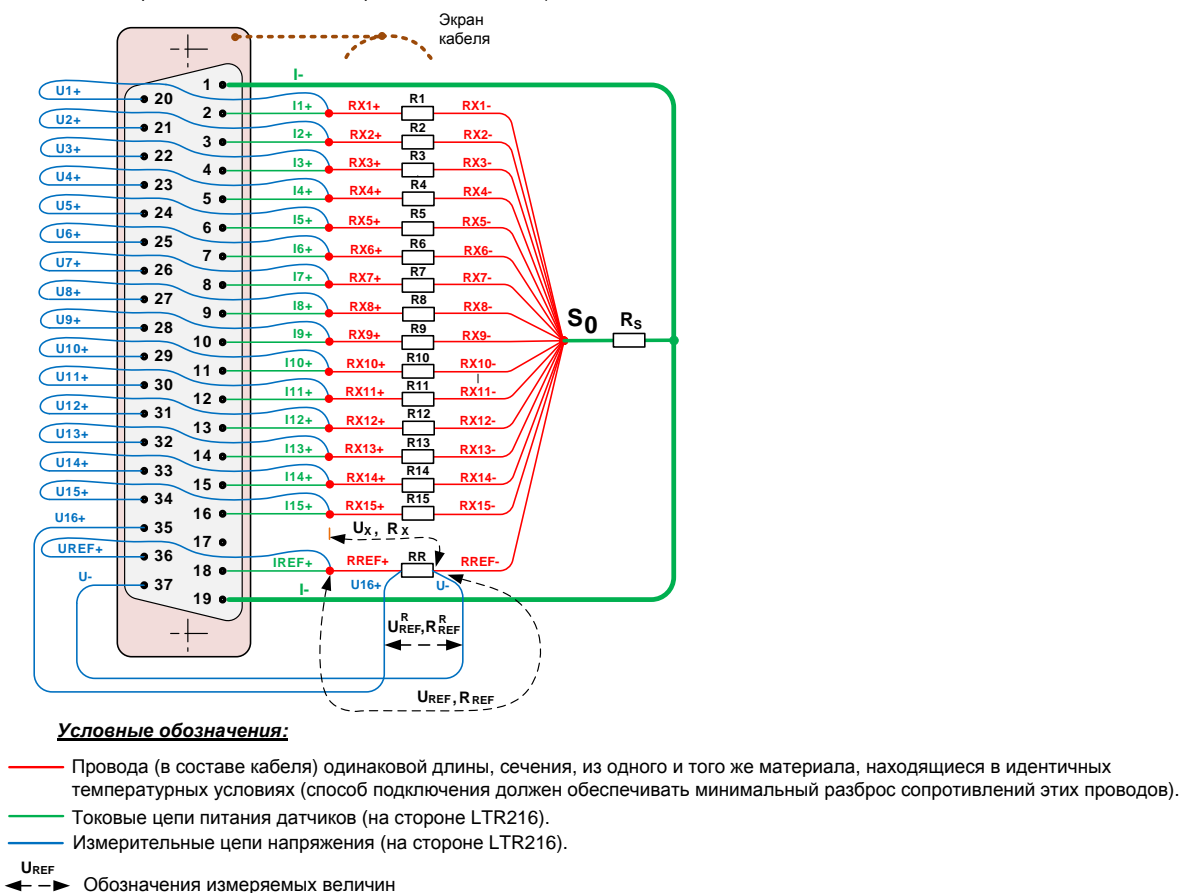

Рис. 8-10. Специальная схема подключения модуля LTR216 к низкоомным датчикам
2. Положение резистора-шунта R_S не должно приводить к нагреву участков проводов (выделенных красным на схеме рис. 8-10) и контактов сигнального разъёма LTR216 (внутри кожуха располагать нельзя).
На рис. 8-10 слева показан простейший способ создания тестового разбаланса с помощью ключа К и резистора R_{test} в цепи датчика R_x . Напряжение разбаланса (п. 8.4.3) от замыкания ключа К может быть оценено по формуле: $\Delta = 2,5 * \frac{R_{REF}}{R_{REF} + R_{TEST}}$, где R_{REF} и R_{TEST} – это сопротивления опорного датчика и тестового резистора соответственно. Для минимизации наводок помех элементы тестовой цепи должны быть минимальной длины площади поверхности, что непросто сделать в случае обычного механического ключа К. Лучшей альтернативой может быть миниатюрный герконовый контакт (герконовая кнопка) либо электронная схема управления на основе оптореле рис. 8-10 (справа). В качестве источника TTL-сигнала может быть применён любой модуль ООО “Л Кард”, имеющий подобный выход. В системе LTR это модуль LTR43 либо выход DIGOUT1 или DIGOUT2 на разъёме синхронизации крейтов семейств LTR-EU, LTR-CEU. Логическому нулю соответствует разомкнутое состояние ключа К, логической единице – замкнутое.
Заметим, что цифровые линии управления, показанные на рис. 8-10 (справа), не должны располагаться внутри экранированного сигнального кабеля модуля LTR216, их необходимо прокладывать отдельно.